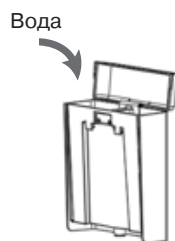

Рис.2
- Наполните резервуар (10) холодной водой до отметки «MAX», расположенной на его задней стенке (рис. 2).